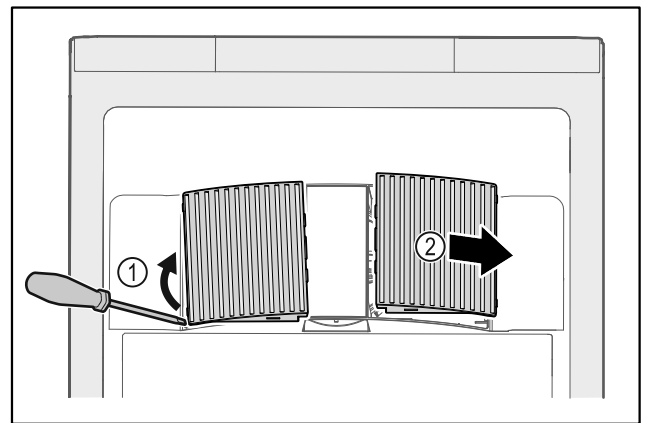

Fig. 142
- ▶ Ventilatorabdeckungen vorsichtig von der Seite heraushebeln Fig. 142 (1) und nach vorne abnehmen Fig. 142 (2).